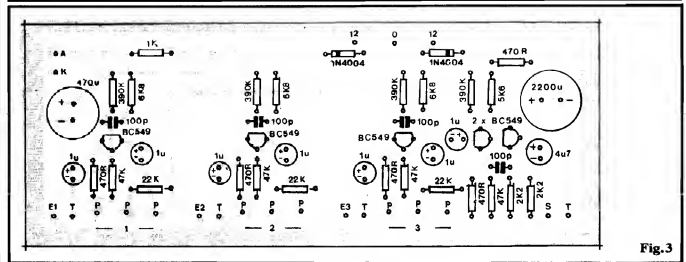

Fig. 3
- FIG. 3 - "CHAPEADO" DA MONTAGEM - A placa continua vista em seu tamanho natural, porém agora "olhada pelo outro lado" (não cobreado...), com todas as peças principais já posicionadas, claramente estilizadas e identificadas por seus códigos, valores, polaridades, etc. Em A.P.E. utilizamos o mais perfeito (sem falsas modéstias...) sistema de notação nos "chapeados", identificando completamente os componentes, e não com aquela
sobre a placa...). Em circuitos de áudio, com as características da TREGUA, qualquer "besteirinha" feita na cabagem, nas conexões externas, nas blindagens, etc., pode arruinar completamente o funcionamento, introduzindo ruídos, zumbidos, invertendo controles, "emudecendo" canais, etc. Assim, **MUITA ATENÇÃO!** A placa continua vista pela sua face não cobreada (só que agora devidamente "limpa" dos componentes vistos na figura anterior, para "descongestionar" o desenho...), sendo conveniente que o Leitor/Hobbysta compare a codificação das ilhas periféricas, com a indicada na fig. 3... Observar com cuidado as ligações do transformador (sempre lembrando que o secundário (S) é o lado que apresenta fios de cores iguais nas extremidades, enquanto que o primário (P) mostra sempre três fios de cores diferentes... Atenção também às ligações da chave de Tensão (110-220). O LED, que fica ligado à placa por um par de fios finos (ou cabinho paralelo...) também precisa ter seus terminais corretamente identificados, antes da conexão aos respectivos pontos A-K... Quanto aos três potenciômetros, terão seus terminais ligados de forma "semi-direta" aos pontos P-P-P de cada módulo (detalhes na próxima figura). Todos